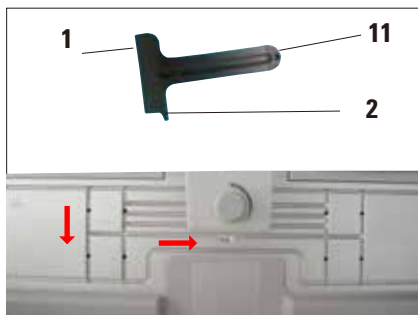

Fig. 15
- Use la cabeza de la rasqueta (1) para retirar los restos de parafina del instrumento.
- Use el dedo de la rasqueta (2) para retirar los restos de parafina de las ranuras de la superficie de trabajo.
Desplace el dedo de la rasqueta (2) a lo largo de las ranuras de la superficie de trabajo como se muestra en la Fig. 15. De lo contrario, el dedo de la rasqueta (2) podría romperse.